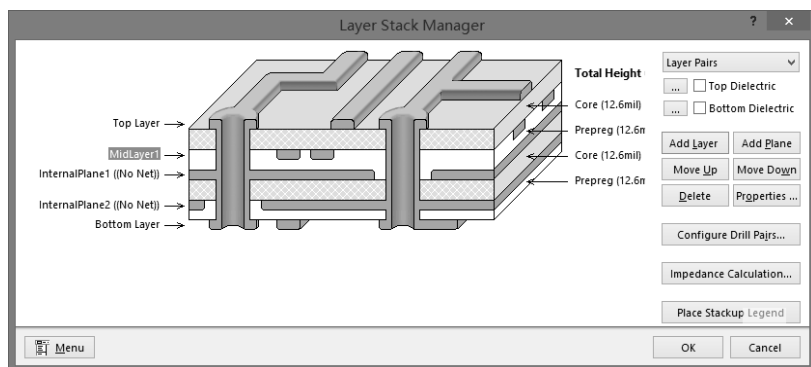

图 3.6.23 增加一个中间层的 PCB 板
(3) 中间层的建立: 在“图层堆栈管理器”对话框中, 选中左边的“Top Layer”名称, 然后单击“Add Layer (添加层)”按钮, 会在当前的 PCB 板中增加一个中间层, 如图 3.6.23 所示。